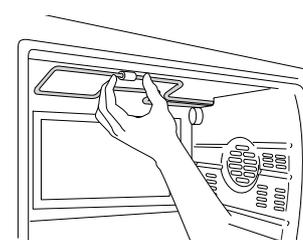

fig. 14
**IMPORTANTE:** depois da limpeza, colocar novamente a resistência no seu lugar e apertá-la (fig. 14). **O forno não deve ser usado com a resistência abaixada.**